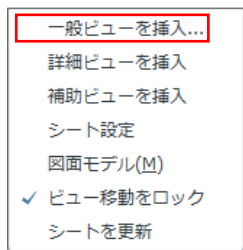
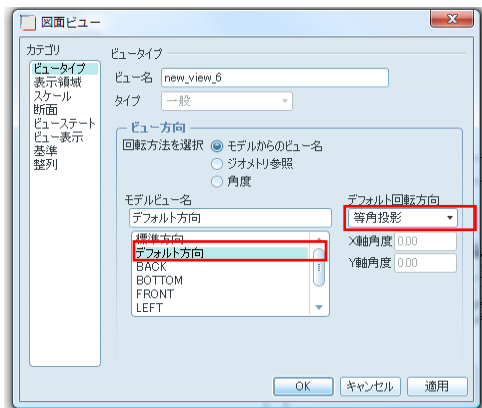

図 10-10 ビュー挿入
図 10-11 ビュー設定
5) 図面シートに図形を追加する。図面シートにマウス右ボタンをクリックして、図 10-10 の「一般ビューを挿入」を選択すると、図 10-11 に示すように「図面ビュー設定」ボックスが表示される。